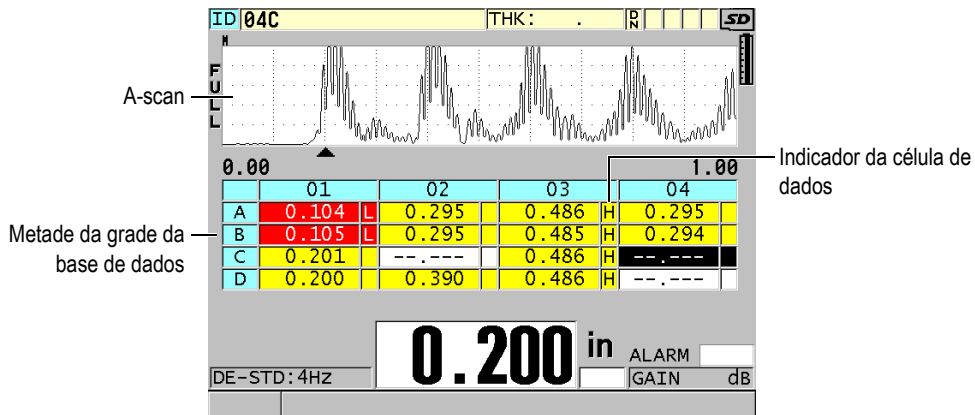

Figura 10-8 Exemplo de uma grade de dados de meio tamanho
A grade da base dados (grade BD) é a representação em tabela de dados 2D. Esta representação possibilita um movimento livre para qualquer direção em uma grade ao invés de seguir uma lista predefinida de ID. Em lugar de acrescentar automaticamente uma localização ID, pode-se usar as teclas de setas para movê-las para um local mais conveniente. É possível visualizar, simultaneamente, o A-scan, a grade de dados e a leitura de espessura (veja Figura 10-8 na página 174). As células podem ser configuradas para exibir um indicador de célula de dados com a cor de fundo correspondente ao intervalo do local da leitura da espessura.
8. Na função **DADOS DA CÉLULA** selecione uma das opções disponíveis para exibir os indicadores de cada célula de dados na grade de dados. O indicador da célula de dados é uma letra que aparece em uma pequena caixa à direita do valor da espessura na célula de dados (consulte Figura 10-8 na página 174).